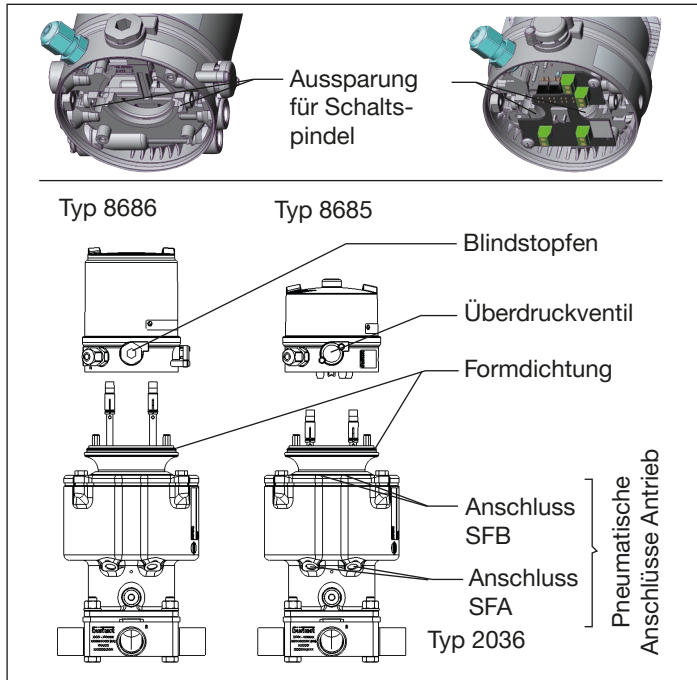

Abb. 12: Montage Rückmeldekopf / Steuerkopf
Diese Bedienungsanleitung beschreibt die Montage von Rückmeldekopf Typ 8685 und Steuerkopf Typ 8686 an ein Ventil des Typs 2036 mit einem Antrieb. Die Angaben gelten auch für Ventile Typ 2036 mit 2 Antrieben oder Ventilknoten Typ 2034 bei Verwendung von Robolux-Komponenten. Hier gelten die Angaben ebenso, wenn sich Antrieb, Adaptionssset und Rückmeldekopf/Steuerkopf in der in „Abb. 12“ gezeigten Position befinden.
- ▶ Bei Antrieben mit Steuerfunktion B (SFB) muss vor dem Aufsetzen des Rückmeldekopfs / Steuerkopfs auf das Adaptionsgehäuse die untere Endstellung angefahren werden. Dazu ist der jeweilige Steuerluftanschluss des Antriebs („Abb. 12“) mit Druck zu beaufschlagen.
- ▶ Auf die richtige Position des Rückmeldekopfs / Steuerkopfs zum Antrieb achten: Blindstopfen oder Überdruckventil müssen auf der Seite der pneumatischen Anschlüsse des Antriebs liegen (siehe „Abb. 12“).